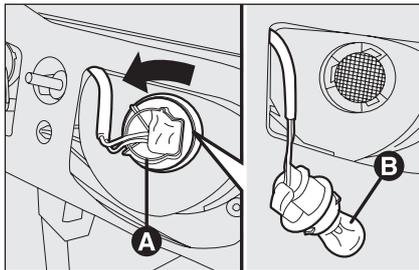

fig. 35
- ruotare in senso antiorario il portalamпада **A-fig. 35**, estrarre la lampada **B** e sostituirla;